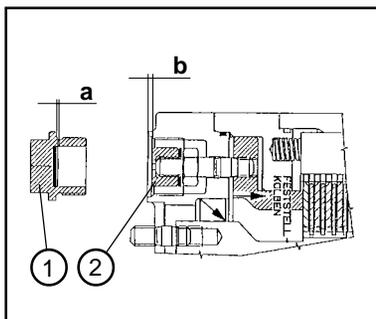

Bild 8-34
- (5) Lüftspiel ( $l = b - a$ ) (Bild 8-34) ermitteln. Dazu ist das Abstandsmaß "a" (8-34/a) zwischen Anschlagsscheiben und Einschraubkante der Verschlusschraube sowie das Maß "b" (8-34/b) zwischen Hülse und Ansenkung Gehäuse zu ermitteln.